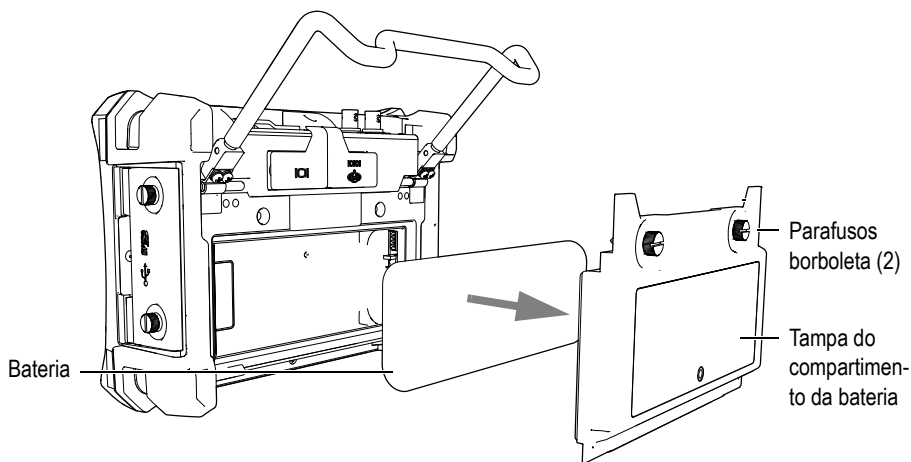

Figura 1-10 Remoção da tampa do compartimento da bateria e da bateria de íons de lítio
2. Solte os dois parafusos que prendem a tampa do compartimento da bateria na parte de trás do instrumento e remova-a (veja Figura 1-10 na página 27).
3. Remova a bateria de íons de lítio, se instalada (veja Figura 1-10 na página 27).